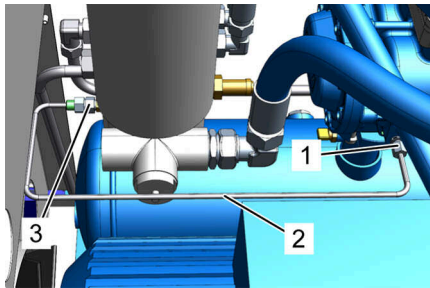

Рис. 43: Обратный трубопровод
Отсоедините обратный трубопровод (Рис. 43/2) на мультиблоке (Рис. 43/3) и ступени компрессора (Рис. 43/1).
6. Очистите обратный трубопровод (Рис. 43/2) и сопло, при необходимости замените их оригинальными запчастями (↪ Приложение D «Список запчастей» на странице 122).
7. Снова установите сопло и обратный трубопровод (Рис. 43/2) на место и затяните резьбовые соединения (↪ Приложение B «Моменты затяжки винтов» на странице 117).